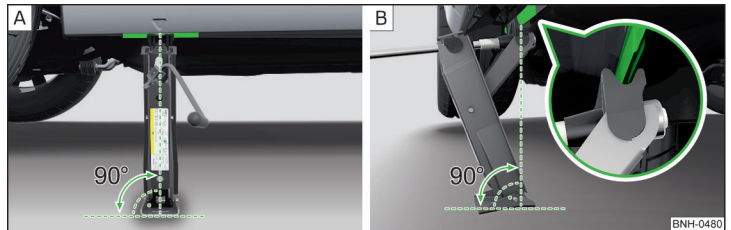

Abb. 242 **Wagenheber ansetzen**
- Die Grundplatte des Wagenhebers mit der gesamten Fläche auf einem geraden Untergrund stellen, sodass sich der Heber in senkrechter Position zum Aufnahmesteg befindet » [Abb. 242 - \[A\]](#).
- Den Wagenheber mit der Kurbel so weit hoch drehen, bis die Klaue des Hebers den Steg umfasst » [Abb. 242 - \[B\]](#).